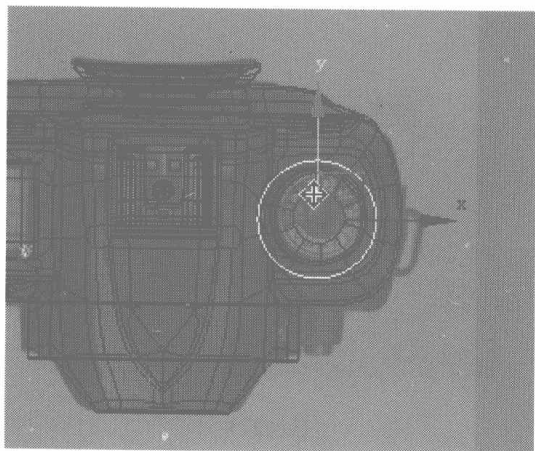
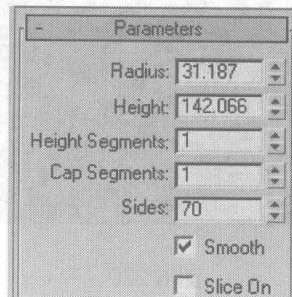

图 6.275
图 6.276
- 02** 在 Create 控制面板中单击 **Cylinder** 按钮，在 Top 视图中建立如图 6.275 所示的圆柱体，参数设置如图 6.276 所示，再将该物体转换为可编辑的多边形。